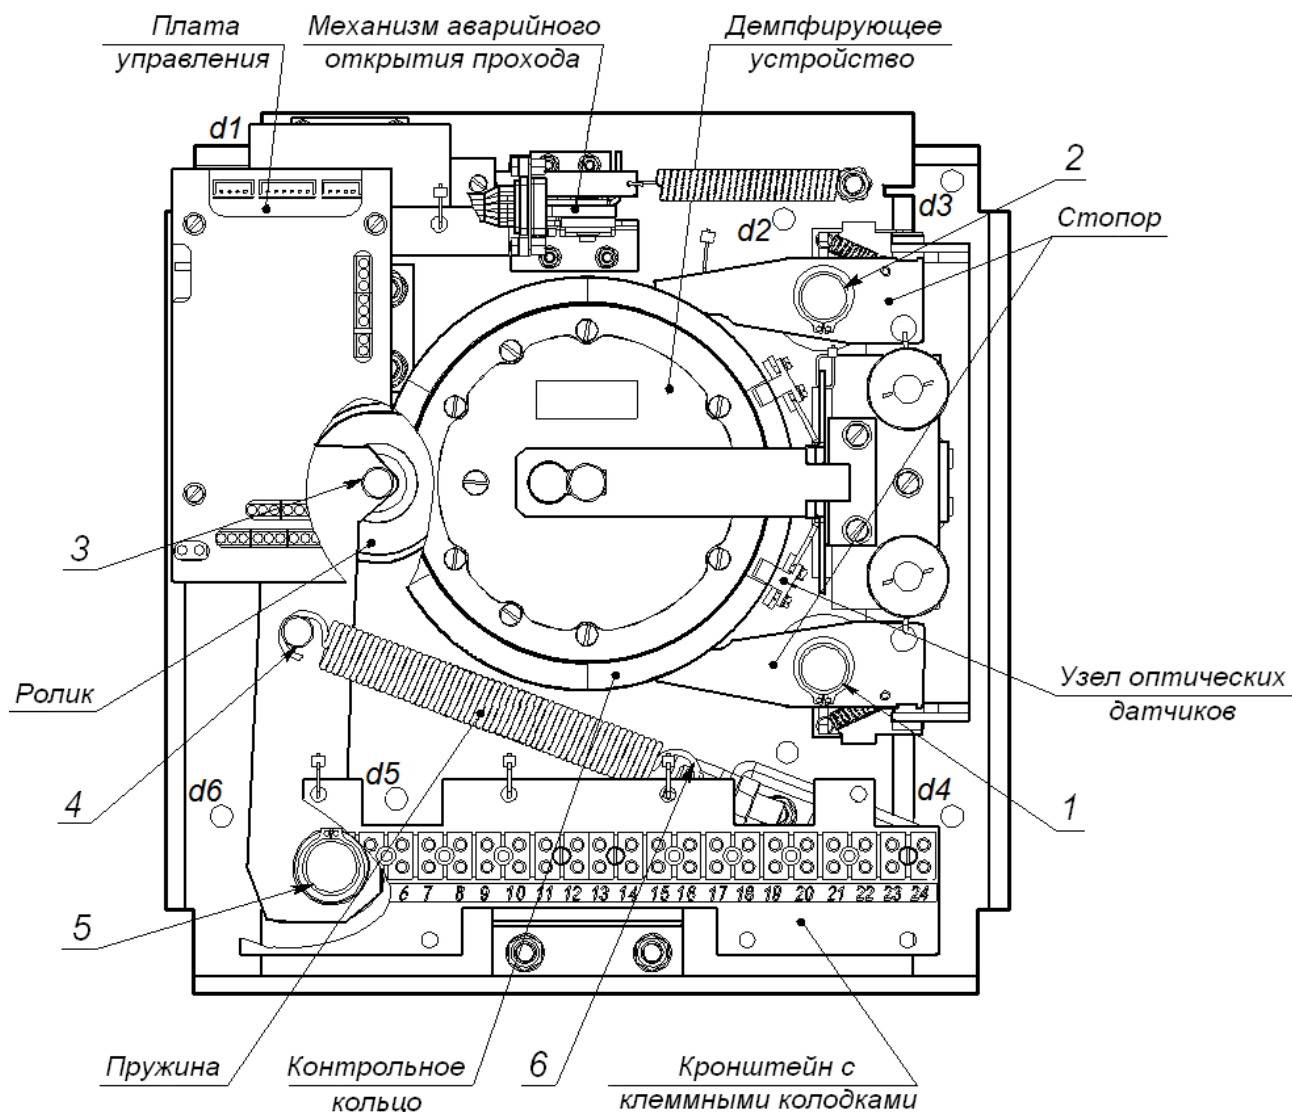

Рисунок 14. Расположение внутренних деталей и узлов механизма турникета
7. Проведите визуальный осмотр устройства доворота (толкателя, пружин и ролика), оптических датчиков поворота преграждающих планок и демпфирующего устройства (см. рис. 14).
8. Для проведения смазки и чистки демонтируйте механизм турникета. Предварительно торцевым ключом №10 отвинтите 6 гаек М6 (поз. d1-d6. рис. 14) крепления основания механизма к стойке.
- рычаг доворота (точки 5,6 рис. 14);
20. Подключите разъем кабеля индикации **S1** от крышки турникета (2) к разъему платы управления и установите крышку на место в порядке, обратном снятию. Правильная установка крышки турникета не требует применения больших физических усилий.
21. Установите маховик (5) с преграждающими планками (3). Порядок установки маховика указан в разд. 8.4.